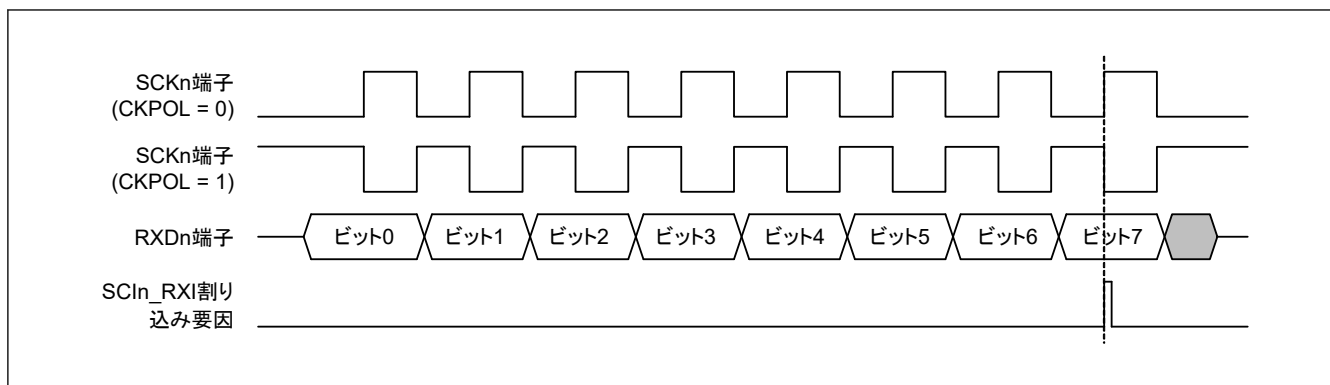

図 24.105 簡易 SPI モードにおける SCIn_RXI 割り込みの発生タイミング (クロック遅れあり)
- クロック遅れあり (SPMR.CKPH ビット = 1) では、図 24.105 に示すように、SCK_n 端子の最終クロックエッジ手前のクロックエッジで受信データフル割り込み (SCI_{IN_RXI}) が発生します。SCR レジスタの TE ビットと RE ビットを SCK_n 端子の最終クロックエッジより前に 0 にすると、SCK_n 端子出力がハイインピーダンスとなり、送受信クロックの最後のクロックパルス幅が短くなります。また、SCI_{IN_RXI} 割り込みの発生によって、SCK_n 端子の最終クロックエッジより前に接続先スレーブの SS_n 端子入力信号が High になった場合、スレーブが誤動作する可能性があります。